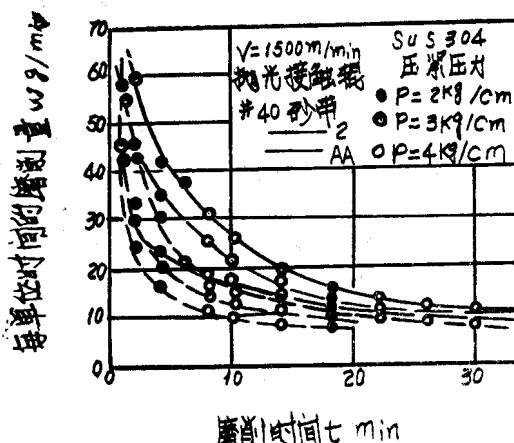
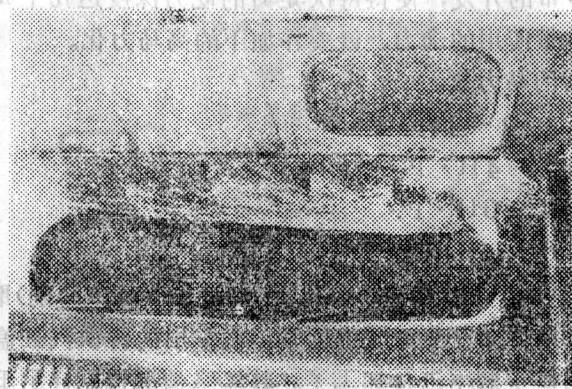

图1 氧化锆系砂带(Nor thon)
图2 用氧化锆系砂带的磨削状态
作为砂带的磨料，虽然一般都以A, WA, C系磨料为主，但最近在重磨削领域中，氧化锆—氧化铝磨料却使用得相当多而受到人们注意。作为这种氧化锆系砂带的代表，有3M公司的Cubit[®]树脂布砂带和Norton公司的Nor thon砂带。氧化锆系砂带可用于干磨、高速、大吃刀深度的磨削。图1举出一例说明它和以往的A系砂带相比的情况。由图可见，氧化锆系的砂带在轻、中负荷磨削条件下，其锋利度比A系的树脂砂带好 $150\sim200\%$ 。图2②表示以田原昭荣机工公司制造的砂带磨削加工试验机，采用氧化锆系砂带，以吃刀深度 2mm 来磨削S55C时所看到的火花状态，与一般的树脂砂带比，火花虽然少一些，但根据报导，负荷电流却减小了 50% 。今后对于氧化锆系砂带的需要想必会日益增加的。